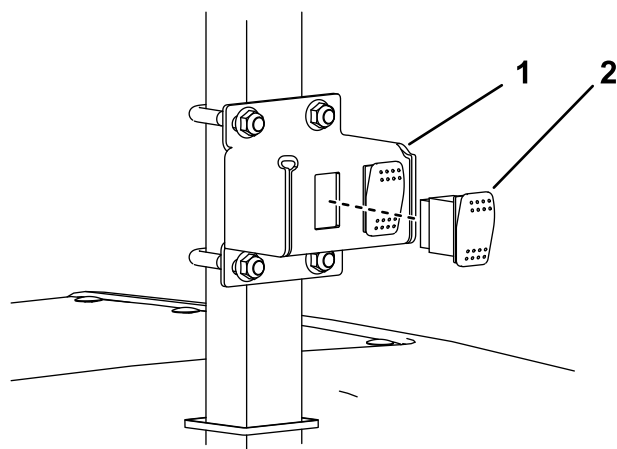

Figura 13
6. Conecte el interruptor de la baliza al conjunto de interruptores de las luces de trabajo como se muestra en la Figura 13.